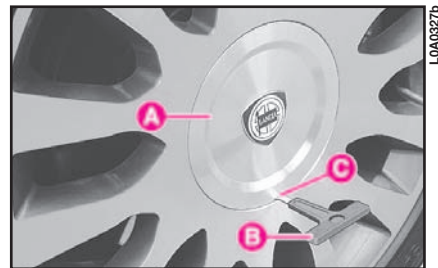
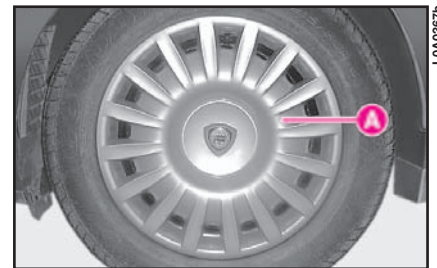

fig. 9
fig. 10
10) Sulle versioni con cerchi in lega rimuovere la coppa coprimozzo **A** (fig. 9) montata a pressione, tirandola con l'apposito attrezzo **B** inserito nella sede **C**. Sulle versioni con cerchi in acciaio rimuovere la coppa ruota **A** (fig. 10) montata a pressione.